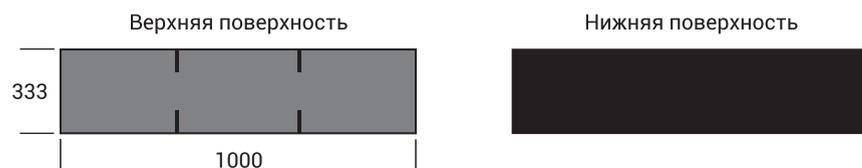

Рисунок 2.2. Карнизная и коньковая черепица «Альта-Руф»
2.2.4. Карнизная и коньковая черепица по составу аналогична рядовой кровельной черепице «Альта-Руф» только другой формы нарезки с покрытием морозостойким самоклеющимся слоем не менее 70% (рисунок 2.2.)